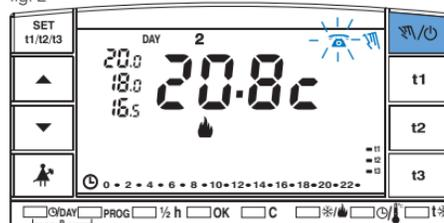

fig. 3
**En ouvrant le contact:** le chronothermostat se met en fonctionnement manuel permanent avec la température **antigel t\*** fig. 3 (le conditionneur s'éteint si le chronothermostat est en mode rafraîchissement). A l'écran apparaissent les symboles clignotant et fixe indiquant le forçage. Pour revenir au fonctionnement selon le programme appuyez sur la touche du chronothermostat.